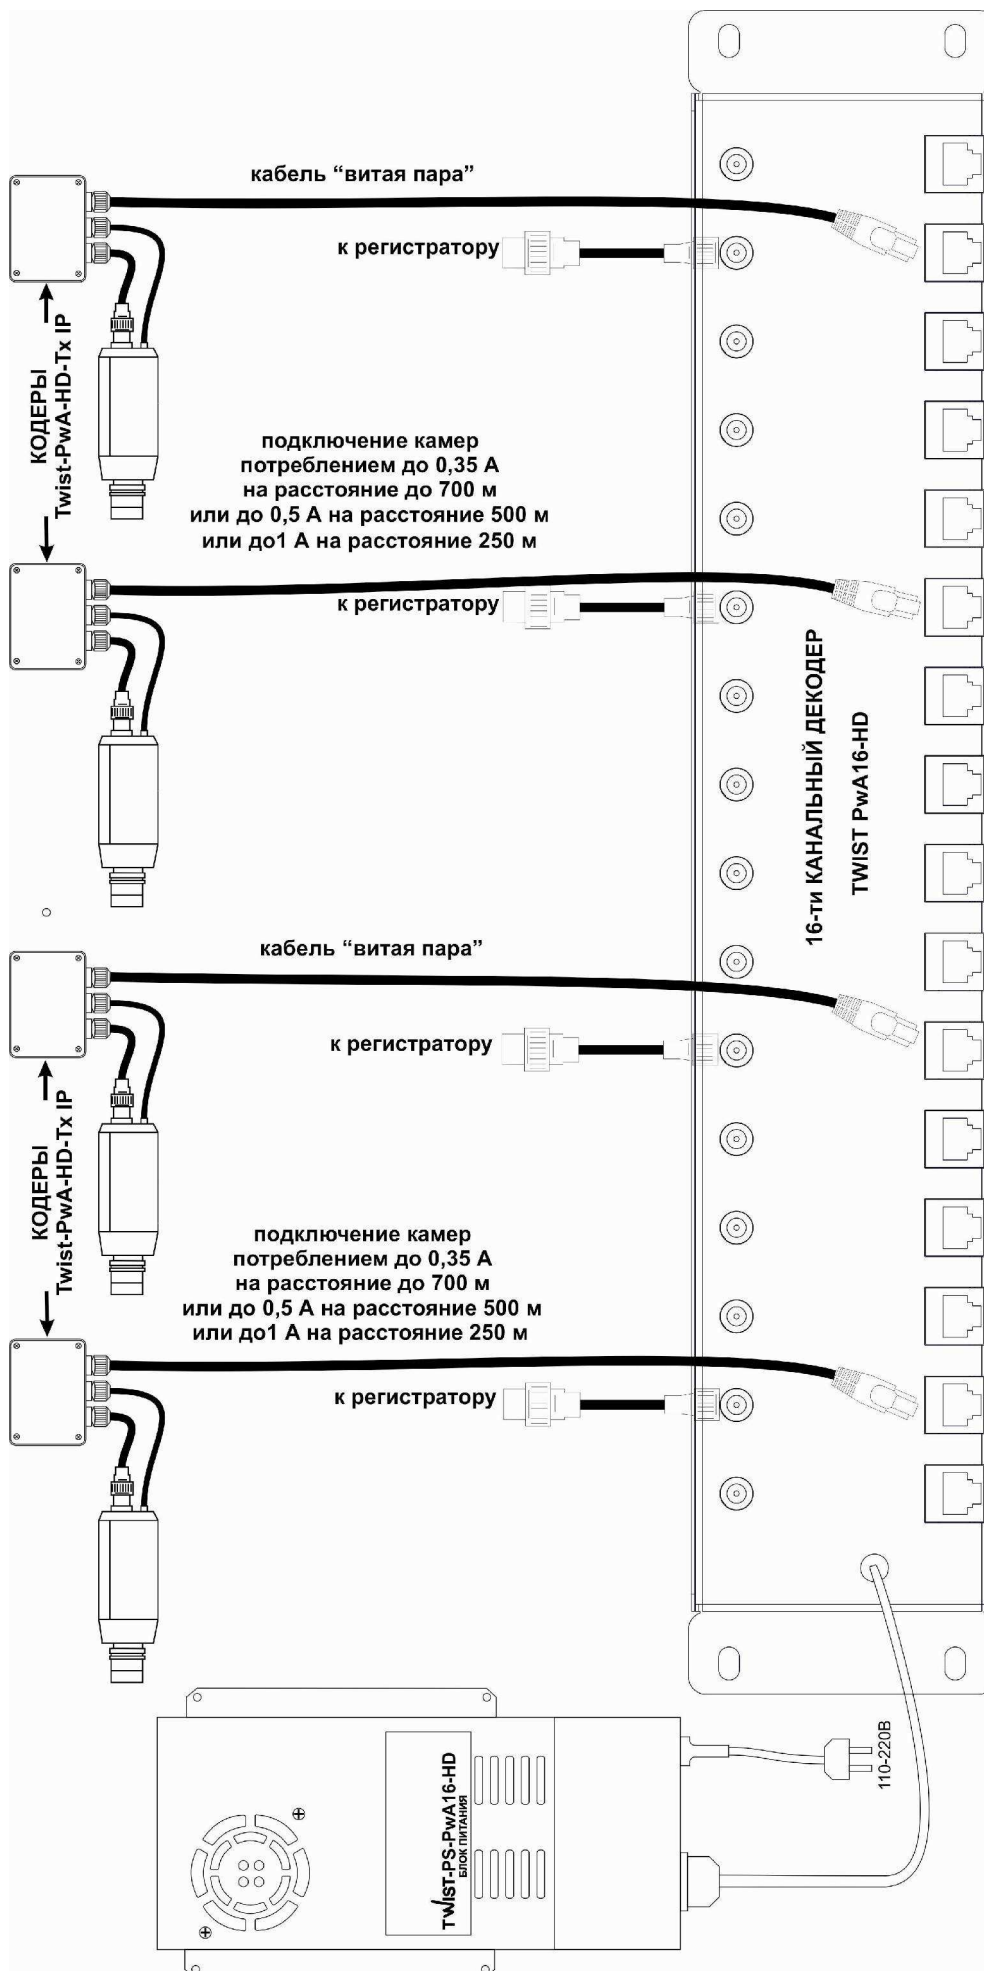

Рис. 1 Схема подключения TWIST PwA-16-HD
1. Соединение кодера и декодера должно производиться выделенным кабелем симметричной витой пары, изолированным от всех других проводов, а также от любых металлических конструкций. Пример соединения комплекта с использованием кабеля UTP показан на рис.1.
Подключите комплект к линии связи и цепям питания согласно рис.1.